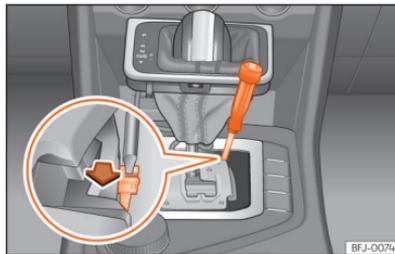

Abb. 127 Wählhebel: Notentriegeln aus der Parkstellung
- Drücken Sie seitlich mit Hilfe der flachen Seite des Schraubendrehers auf die gelbe Taste und halten Sie sie gedrückt »» » **(Abb. 127)**.